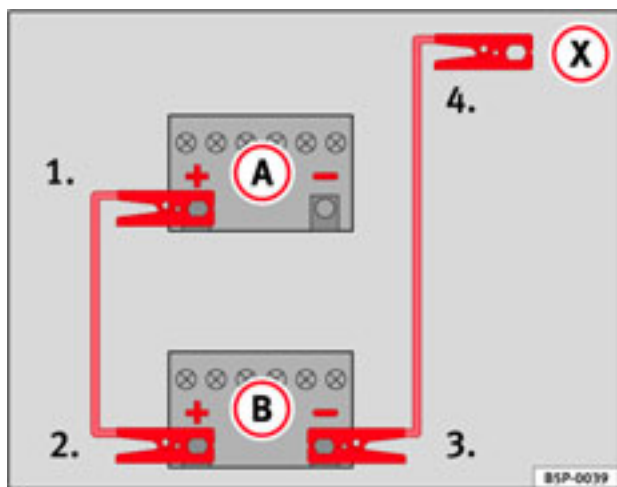

Fig. 173 Esquema de conexión de los cables de emergencia
En la ⇒ fig. 173 **A** representa a la batería sin carga y **B** a la batería con carga.
1. Emborne un extremo del cable de emergencia rojo al polo positivo ⇒ fig. 173 ⊕ del vehículo con la batería descargada ⇒ ⚠.